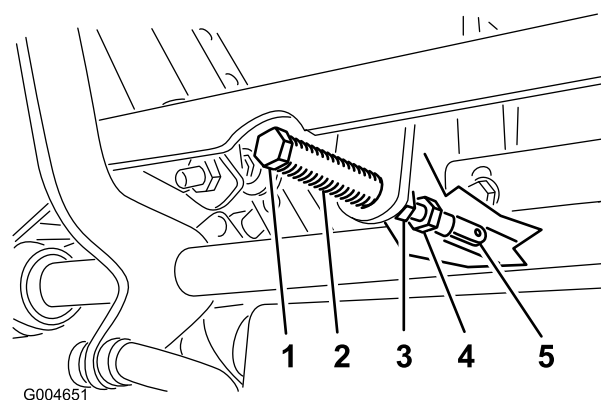

Figure 54
5. Tirez-le ensuite en arrière jusqu'à ce que l'axe de chape (situé sur un bras au-dessus de l'axe de pivot) touche l'extrémité de l'encoche (c.-à-d. commence juste à appuyer sur le ressort), comme montré à la Figure 54.
7. Si un réglage s'impose, desserrez l'écrou et l'écrou de blocage vissés contre la chape (Figure 54).
8. Appliquez une légère pression à l'arrière du levier, et tournez la tête du boulon de réglage dans le sens voulu pour centrer le levier à la position de VERROUILLAGE AU POINT MORT (Figure 54).
9. Serrez l'écrou et l'écrou de blocage (Figure 54).
10. Serrez les écrous de blocage contre les rotules (Figure 54).